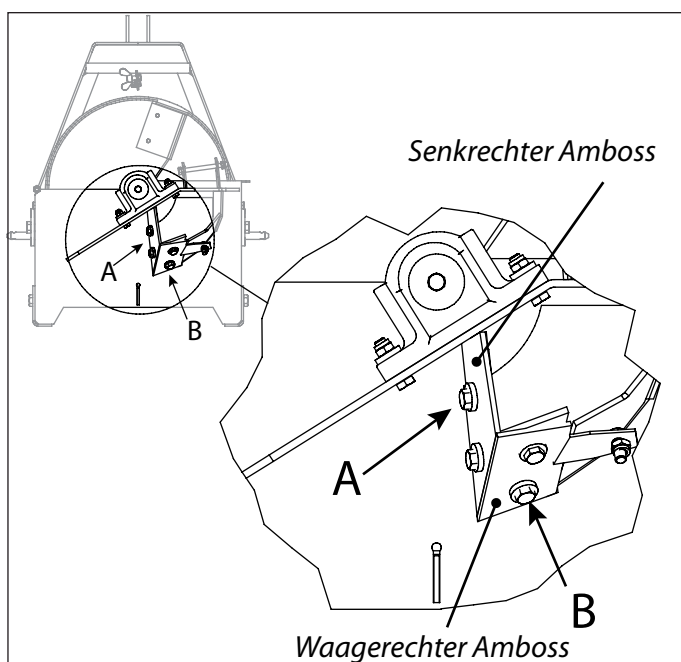

Bild 16. Befestigungsschrauben am Amboss
Der Häcksler verfügt über einen senkrechten und einen waagerechten Amboss. Zum Entfernen der Ambosse Befestigungsschrauben M12 (A) und (B) entfernen. Die Befestigungsschraube (B) für den waagerechten Amboss befindet sich unter der Zufuhröffnung, siehe Bild 16.